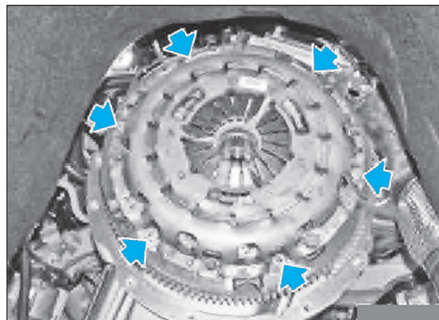
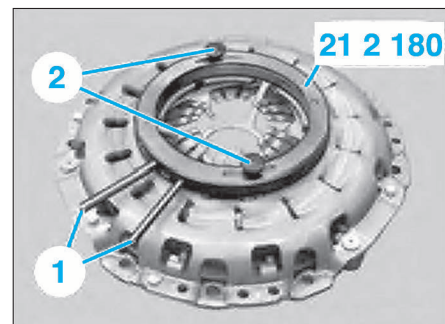

FIG. 3
FIG. 6
• Déposer les vis (flèches) et dégager le mécanisme d'embrayage du volant moteur (Fig.3).
• Mettre en place l'outil 21 2 180 dans le mécanisme d'embrayage (Fig.6).
- Monter et serrer les 6 vis (Fig.3).
- Desserrer la broche (3) jusqu'à détendre complètement le ressort diaphragme.
- Desserrer la vis moletée (4) et retirer l'outil 21 2 170.
- Déposer les vis moletées (2) et retirer l'outil 21 2 180 (Fig.6).